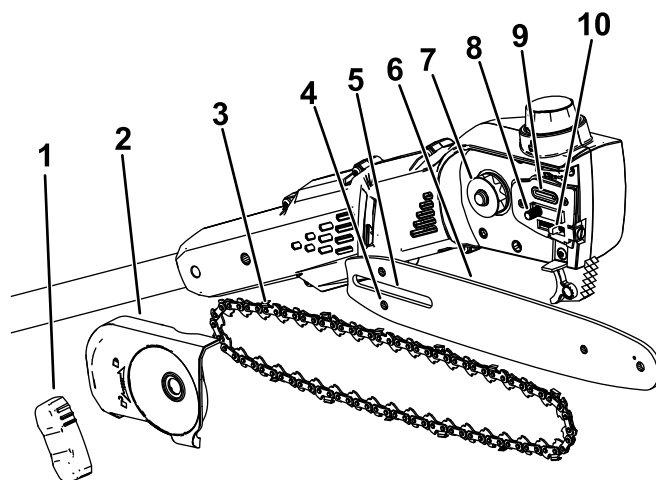

Figure 20
2. Déposez le couvercle latéral; pour ce faire, tournez le bouton dans le sens antihoraire jusqu'à ce que le bouton puisse être retiré, puis déposez le couvercle latéral (Figure 20).
7. Contrôlez la sortie d'huile (Figure 20) et enlevez les débris éventuellement présents.
- Important:** Vérifiez que le goujon de réglage de la chaîne est bien inséré dans la fente correspondante sur le guide-chaîne (Figure 20). Vous devrez peut-être tourner la vis de réglage de tension de la chaîne pour pouvoir enfiler le goujon dans le trou du guide.